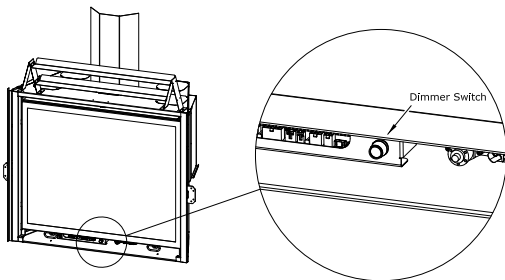

Figure 11.15 - Gradateur de lit de braise
1. L'intensité du kit d'éclairage du lit de braises peut être ajustée à l'aide du bouton modulateur du kit d'éclairage du lit de braises situé sous le foyer (FIGURE 11.15). Ajuster,